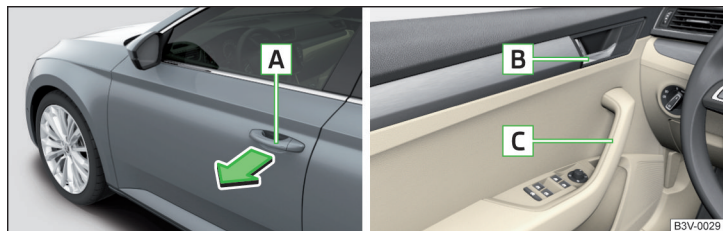

Fig. 37 Tirador/palanca de apertura de la puerta
- Para **abrir desde afuera**, desbloquear el vehículo y tirar en el tirador **A** en el sentido de la flecha » **fig. 37.**